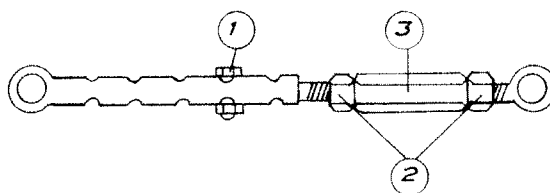

Bild 26. Justeringspunkter på riktantenn RL-42.
Grovjustering (utförs endast om insignal saknas) tillgår på följande sätt (se bild 26):
- Ställ in önskat läge på antennen. Antennen vrids medurs kring y-axeln genom att muttrarna för den högra ställskruven H och den vänstra ställskruven (inte synlig på bild 26) samtidigt skruvas inåt respektive utåt. Antennen vrids moturs om motsvarande muttrar samtidigt skruvas utåt respektive inåt.